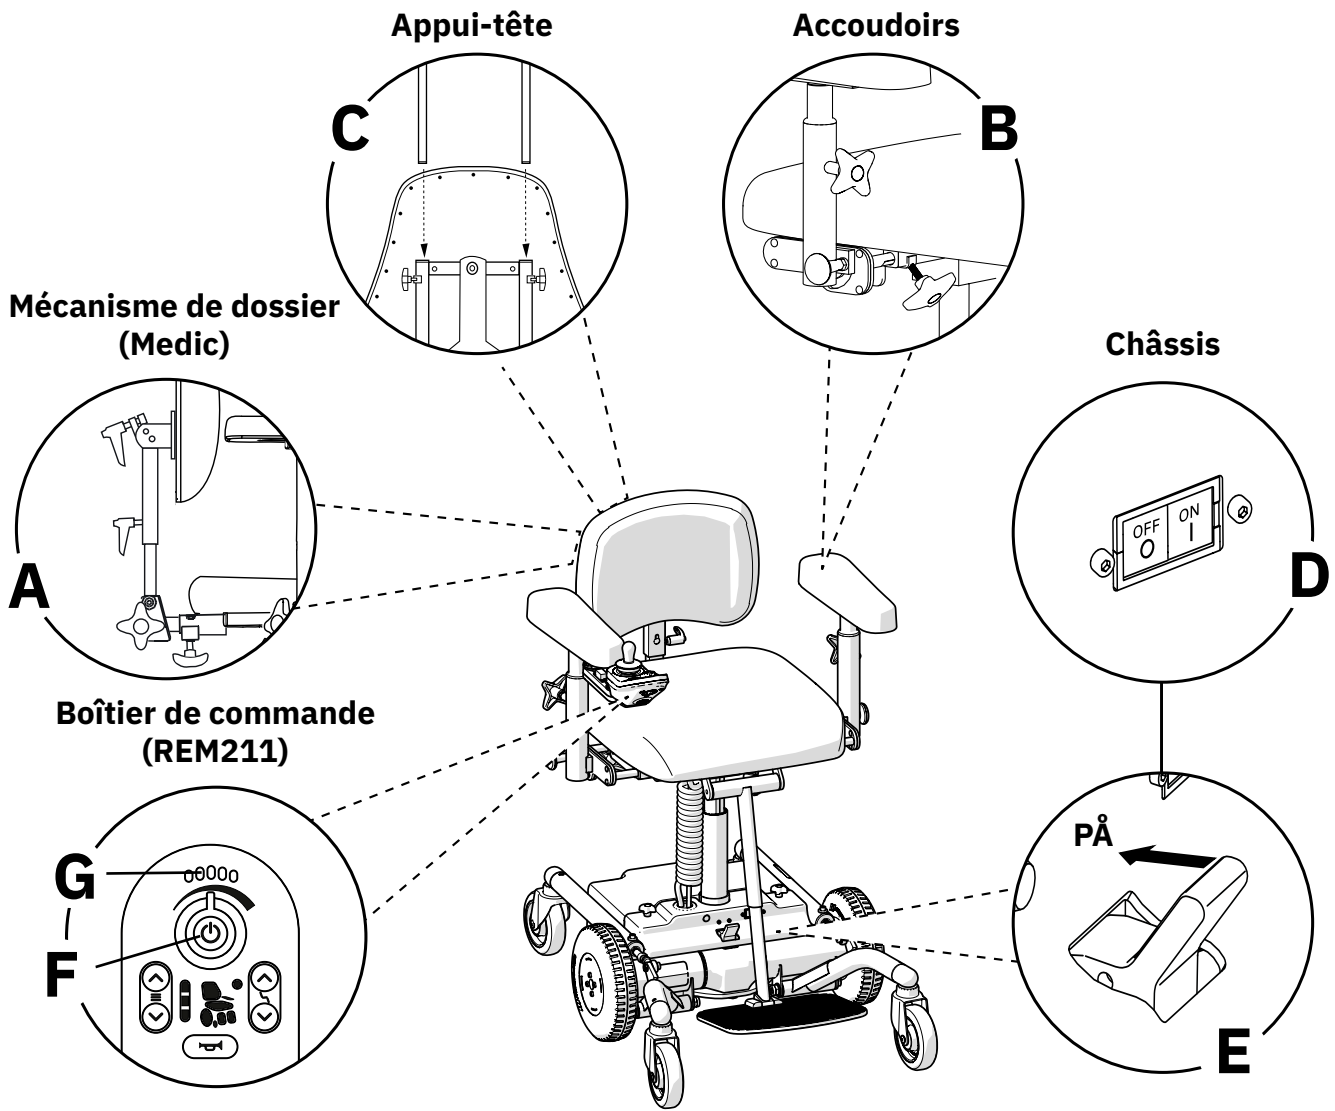

Figure 2.1. Préparation avant la mise en service du produit.
Insérer le montant du dossier dans le dispositif d'escamotage du dossier (A) et ajuster à la hauteur souhaitée (voir figure 2.1). Resserrer toutes les manettes (A). L'illustration représente l'un des mécanismes de dossier disponibles pour les produits Mercado Medic. Les autres mécanismes de dossier se montent de la même manière, même si leur apparence diffère de celle de l'illustration.
Desserrer les manettes d'accoudoir (B) et ajuster à la hauteur et à la largeur souhaitées (voir figure 2.1). Resserrer toutes les manettes (B). Vérifier que le bouton s'enclenche en mode verrouillage lorsque l'accoudoir est abaissé. Si le bouton ne s'enclenche pas, tournez-le jusqu'à ce qu'il se bloque.
Si le produit est livré avec un appui-tête, insérer le mécanisme de l'appui-tête dans le support du dossier (C) et ajuster à la hauteur souhaitée (voir figure 2.1). Resserrer toutes les manettes (C).
Vérifier que le coupe-circuit automatique est sur la position ON (D) et que la commande d'activation du frein est sur la position PÅ (E), voir figure 2.1.
1. Allumer l'interrupteur principal (F), voir figure 2.1.
2. Vérifier que l'indicateur de niveau de la batterie affiche au moins la marque jaune (G). Si l'indicateur affiche une marque rouge, recharger le produit. Voir 2.3. Recharge.
3. Vérifier que l'interrupteur principal (F) s'allume en vert.